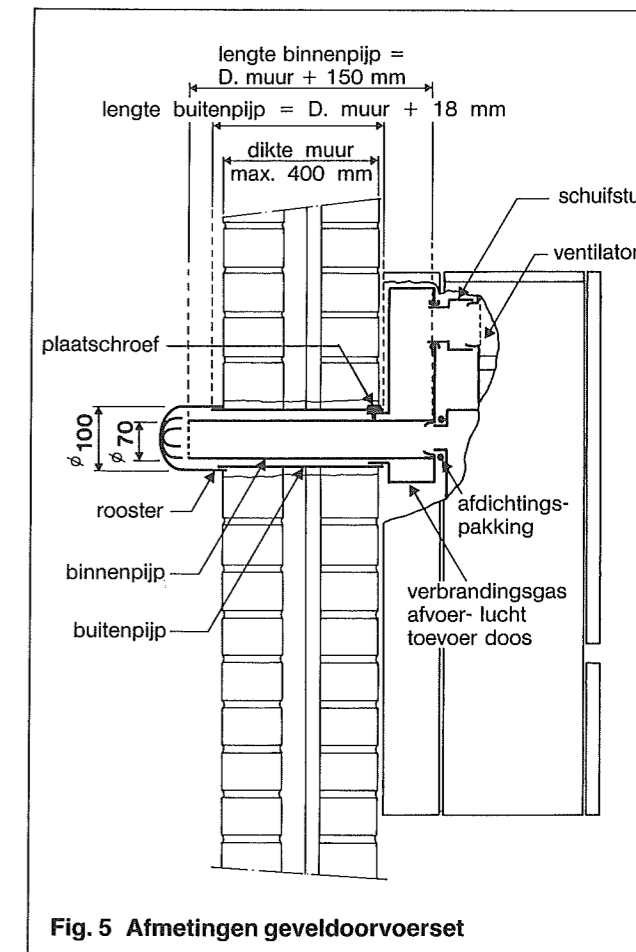

Fig. 5 Afmetingen geveldoorvoerset
MONTAGE VAN HET FRAME MET GEVELDOORVOER zie fig. 5 + 6
6. Bepaal de muurdikte (max. 400 mm) (zie fig. 5).